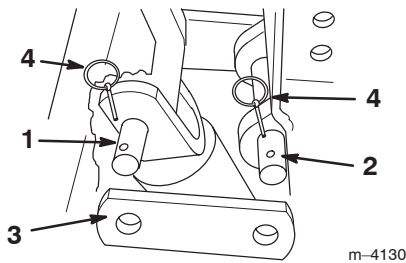
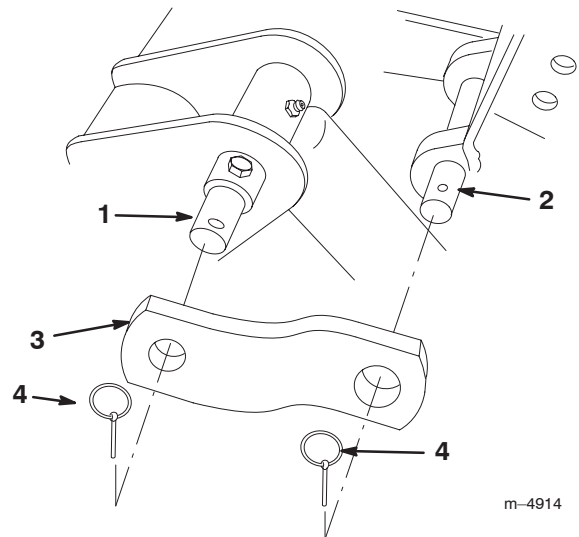

Abbildung 15
Abbildung 16
18. Die beiden Verbindungsstücke auf die Enden des Kippzylinderstifts und des Löffelbagger-Verbindungsstifts schieben und mit zwei Lüsen sichern (Abb. 15 für Zugmaschinen der Serie Dingo 200/300 bzw. Abb. 16 für Zugmaschinen Dingo TX).